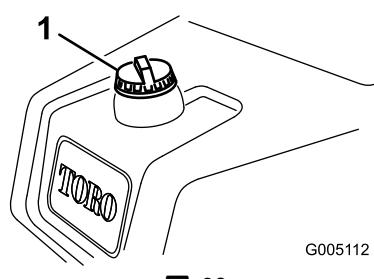

図 30
1. 燃料タンクのキャップの周囲をきれいに拭く(図 30)。